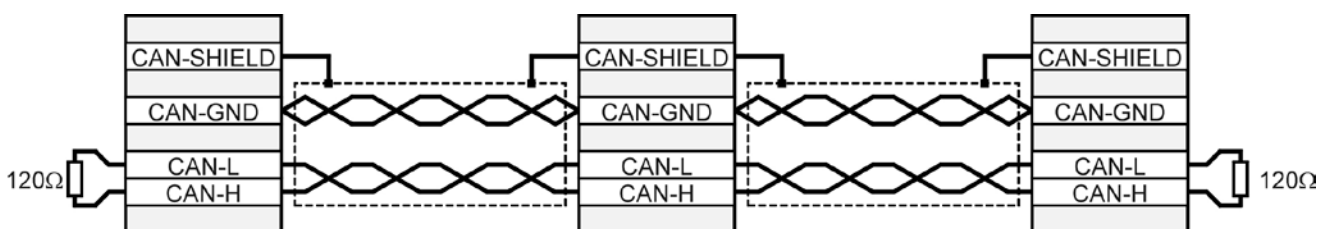

Abbildung 22: Verkabelungsbeispiel für CAN-Bus
- Die einzelnen Knoten des Netzwerkes werden grundsätzlich linienförmig miteinander verbunden, so dass das CAN-Kabel von Regler zu Regler durchgeschleift wird (siehe *Abbildung 22*)